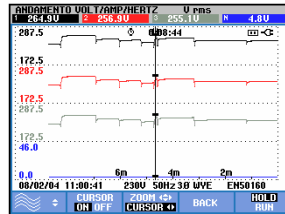

Figura 17-5. Schermata Andamento, cursore attivato
- Premere F2 per attivare la funzione Cursore. Utilizzare i tasti freccia sinistra/destra per spostare il cursore orizzontalmente lungo gli andamenti. I valori dell'andamento relativi alla posizione del cursore vengono visualizzati nell'intestazione della testata, come mostrato nella figura 17.5. Si osservi che l'aggiornamento della schermata a questo punto viene interrotta mentre la registrazione dei dati continua. La funzione Andamento consente di registrare un massimo di sei schermate che vengono visualizzate una alla volta. Posizionando il cursore sull'estremità sinistra o destra della schermata, nell'area di visualizzazione viene mostrata la schermata successiva.